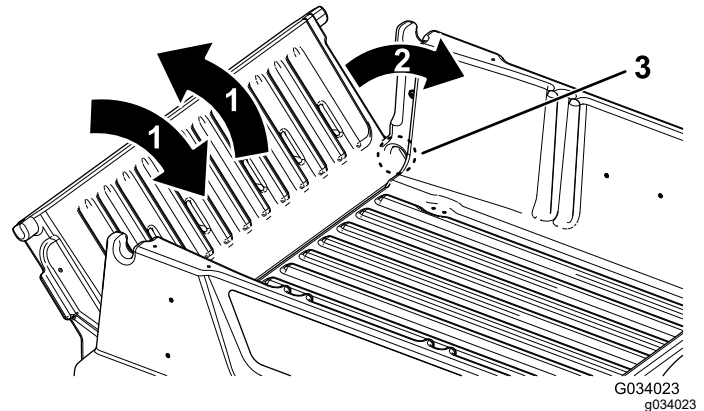

Figura 24
2. Rode a porta traseira para a posição de aproximadamente 45° (Figura 24).
3. Com um movimento breve e oscilante, rode a porta traseira para trás e para a frente várias vezes (Figura 24).